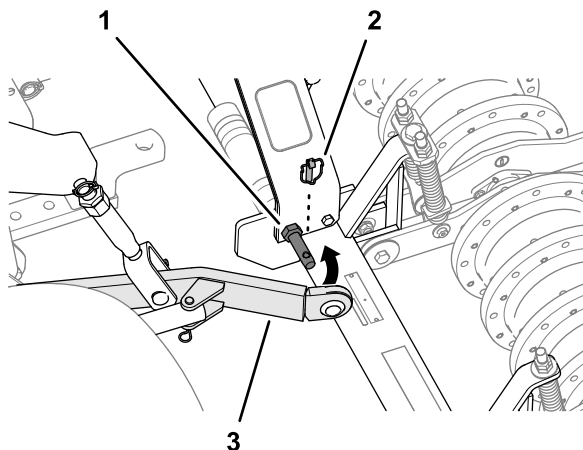

Рисунок 17
4. Расположите аэратор таким образом, чтобы рычаги нижней тяги тягового блока были совмещены со штифтами подъемных рычагов аэратора (Рисунок 17).
5. Прикрепите рычаги нижних тяг к штифтам подъемных рычагов и зафиксируйте рычаги с помощью шплинтов с кольцами (Рисунок 17).